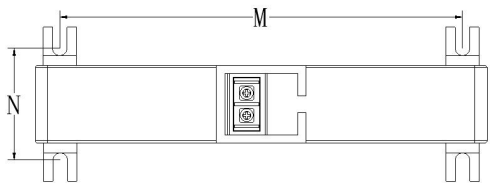
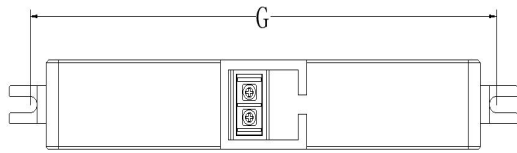

图 7 第一种方式螺钉安装
图 8 第二种方式螺钉安装
(2) CTZH62F-1435 和 CTZH62F-1940 有两种方式，第一种方式安装尺寸如下图 7 所示，单位（mm）；第二种方式安装尺寸如下图 8 所示，单位（mm）。